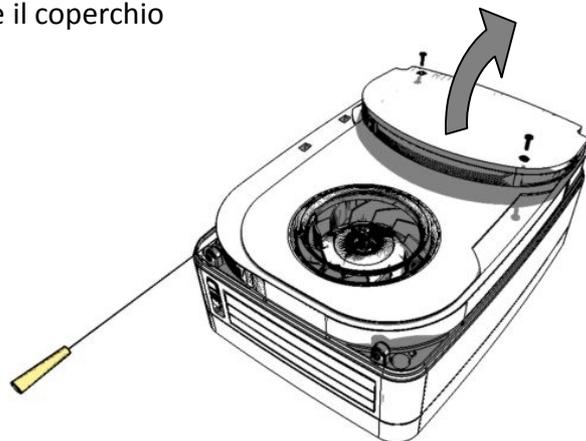

Fig.4
4) Svitare le 2 viti e rimuovere il coperchio del vano elettrico (Fig.4).